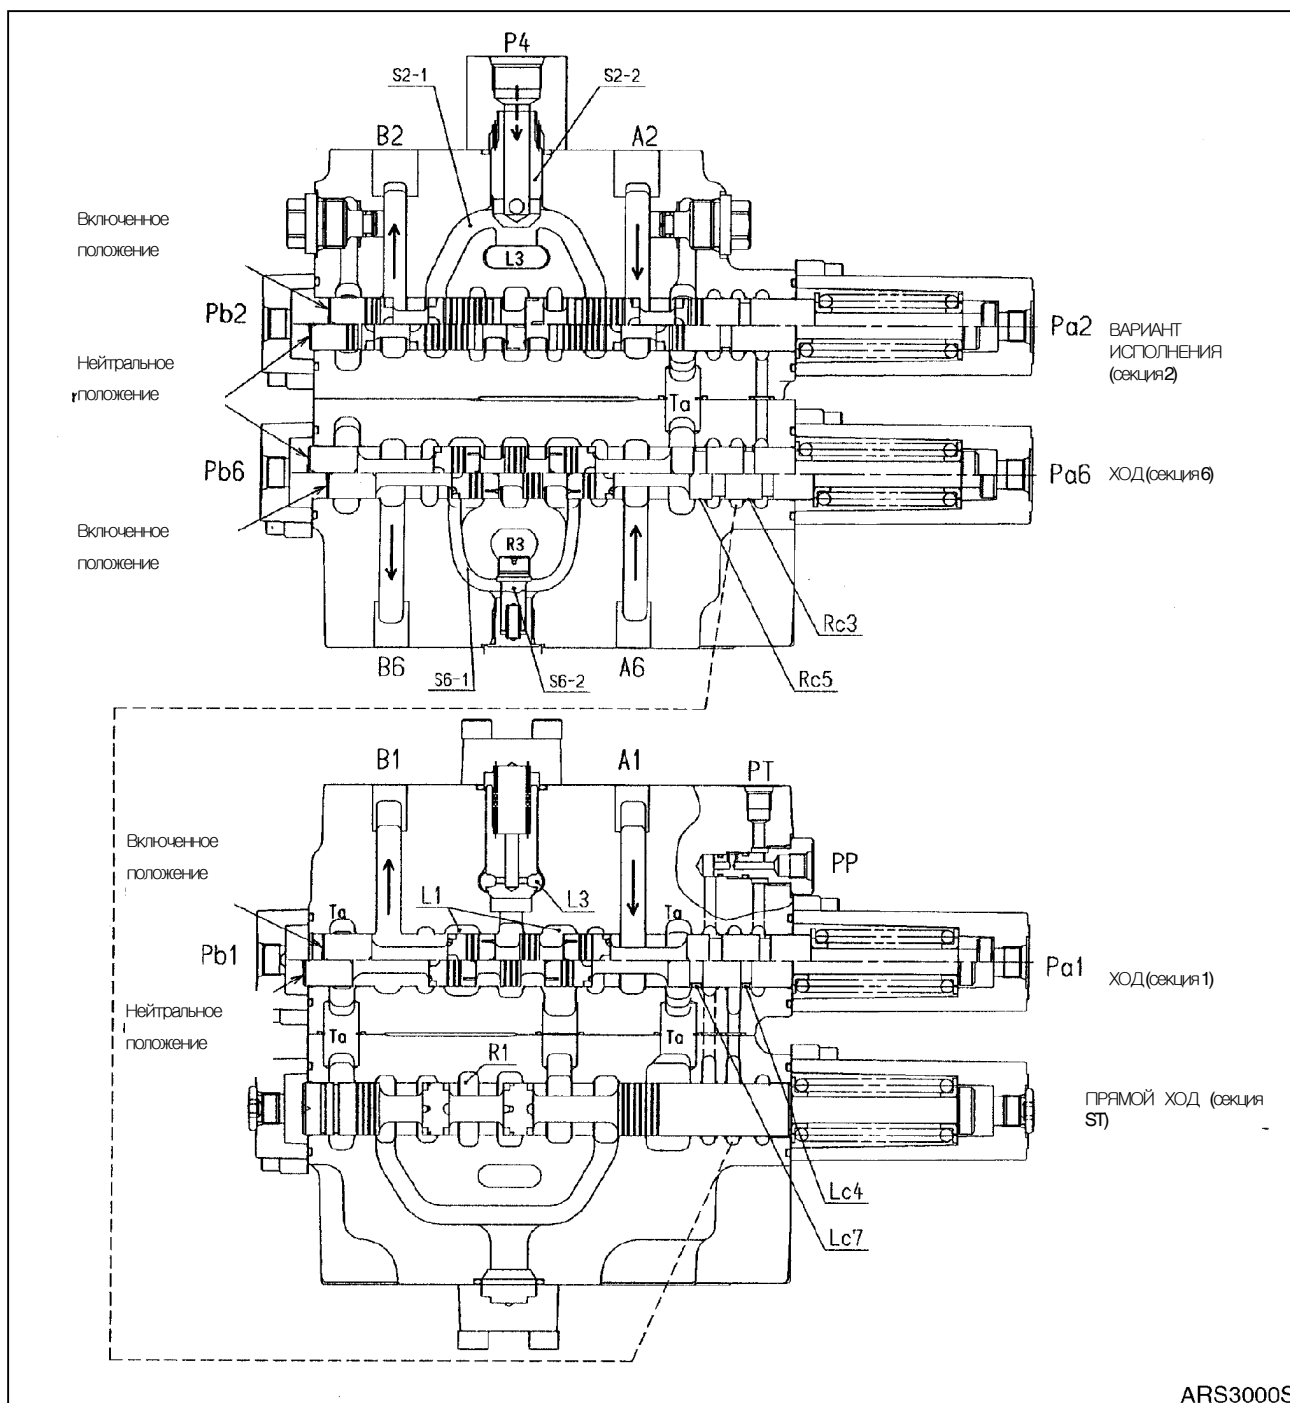

Рис. 4
1. При переключении золотника хода увеличением давления в управляющем порту **Pb1 (Pa1)** хода (секция 1, рис. 4) масло, подаваемое в отверстие P1, течет через нейтральный канал **L1** в золотник и в порт **B1 (A1)**. Возвратное масло течет через порт **A1 (B1)** к золотнику и возвращается в канал гидробака Та.
1. При переключении запасного золотника увеличением давления в запасном управляющем порту **Pb2 (Pa2)** (секция 2, рис. 4) нейтральный канал **L1** закрыт. Масло, подаваемое в порт (P1), течет через параллельный канал (**L3**), запорный клапан груза (**S2 – 2**), канал (**S2 – 1**), золотник и в порт (**B2 (A2)**). Возвратное масло течет через порт (**A2 (B2)**) к золотнику и возвращается в канал гидробака (Та). Когда масло также подается из порта (34), оно течет через запорный клапан груза (**S2 – 2**) и соединяется в канале (**S – 1**).